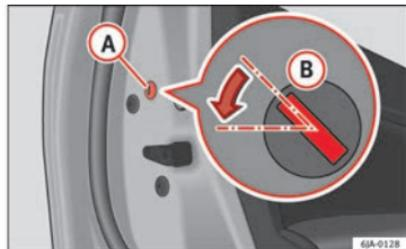

Fig. 47 Porte arrière : verrouillage d'urgence.
- Retirez le cache **A** ⇒ fig. 47.